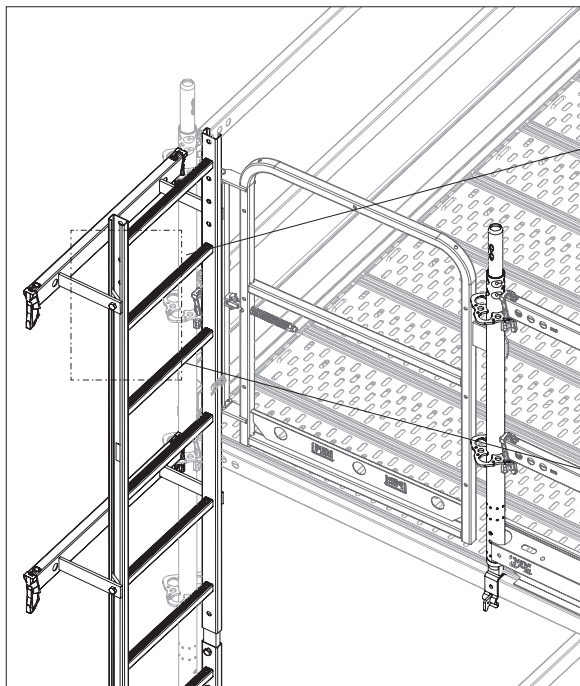

Fig. A9.12b
7. Installare un raccordo per la scala all'estremità superiore della scala di accesso, nella zona dell'ultimo piolo. (Fig. A9.12b)